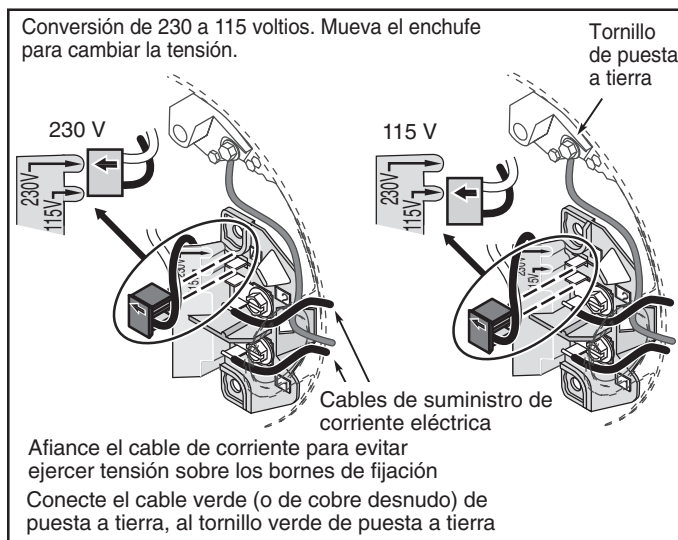

Figura 5: Conexión de los cables del motor, Enchufe.
1. Conecte primero el cable a tierra, luego el borne verde de puesta a tierra suministrado debajo del techo del motor (consulte la Figura 5) identificado como GRD. Haga la conexión a tierra con este borne. No conecte el motor a una fuente de corriente eléctrica hasta que la unidad esté conectada a tierra en forma permanente, de lo contrario existe el peligro de provocar un choque eléctrico grave o fatal.